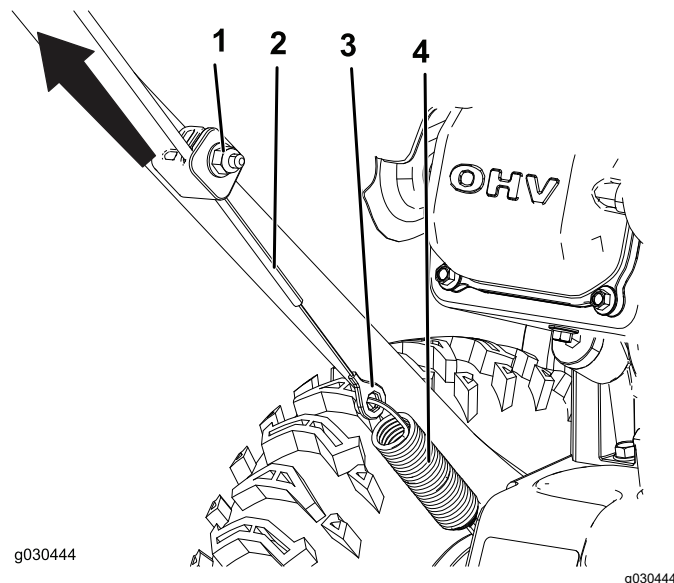

Figura 26
1. Slăbiți piulița de pe clema de cablu inferioară, însă nu o înlăturați (Figura 26).
2. Trageți cablul în sus pentru a-l tensiona mai mult (Figura 26).
3. Începeți cablul și strângeți piulița (Figura 26).